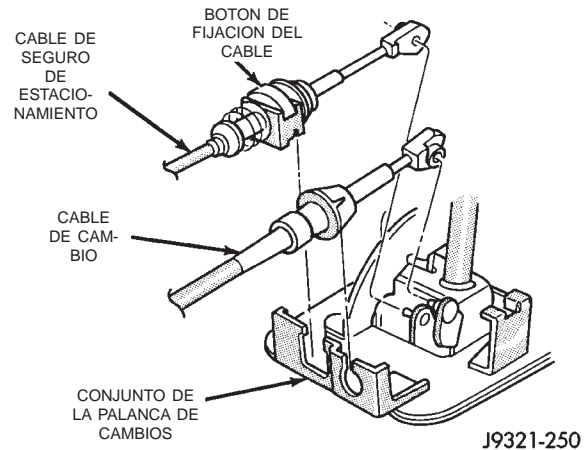

Fig. 179 Fijación del cable de seguro de estacionamiento
- (1) Coloque la transmisión en la posición PARK.
- (2) Retire los tornillos del marco de la palanca de cambios y la consola. Levante el marco y la consola para poder acceder al cable.
- (3) Tire del botón de fijación del cable hacia arriba a fin de liberar el cable (Fig. 179).
- (4) Gire el interruptor de encendido a la posición LOCK.